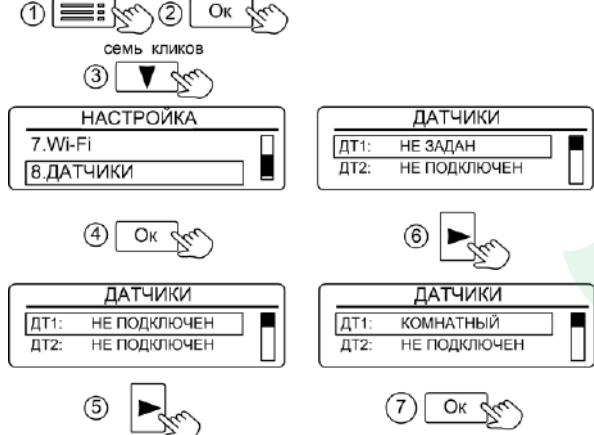

Рисунок 22. Настройка проводных датчиков
- Выбор роли датчика "КОМНАТНЫЙ" или "УЛИЧНЫЙ" (см. рис.22).